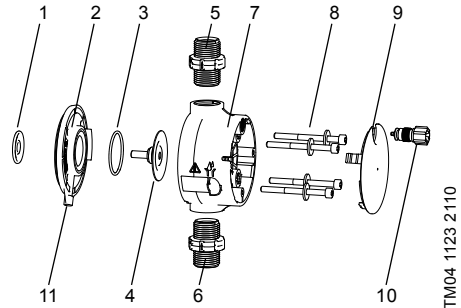

Fig. 10 Tête de dosage, vue éclatée
Tous les jours	Rechercher d'éventuelles fuites au niveau de l'orifice de purge (fig. 10, pos. 11) et vérifier si ce dernier est obstrué ou sale. Si c'est le cas, suivre les instructions du paragraphe 7.4 Rupture de la membrane .
Ce paragraphe fait référence à la fig. 10.
En cas de fuite ou de rupture de la membrane, le liquide de dosage s'échappe de l'orifice de purge (fig. 10, pos. 11) sur la tête de dosage.
En cas de rupture de la membrane, la membrane de sécurité (fig. 10, pos. 1) protège le corps de la pompe contre toute entrée de liquide de dosage.
Lors du dosage de liquides cristallisants, il est possible que la cristallisation obstrue l'orifice de purge. Si le fonctionnement de la pompe n'est pas interrompu sur-le-champ, de la pression peut s'accumuler entre la membrane (fig. 10, pos. 4) et la membrane de sécurité dans la bride (fig. 10, pos. 2). La pression peut faire passer le liquide de dosage à travers la membrane de sécurité dans le corps de la pompe.